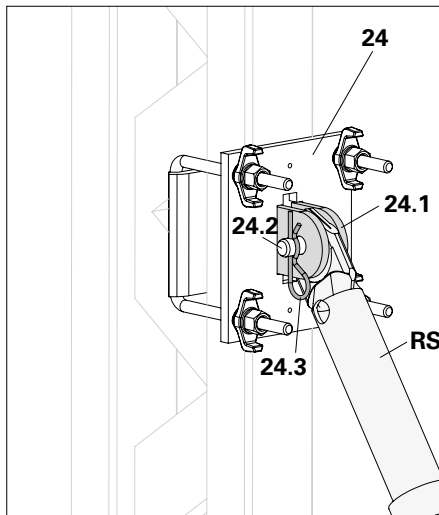

Fig. A6.05
- Installer la fixation rapide sur poutrelle (**24**) dans le support de platelage : connecter l'étau tirant-poussant (RS) aux cosses de connexion (**24.1**) à l'aide des boulons (**24.2**) et goupilles de sécurité (**24.3**). (Fig. A6.05)